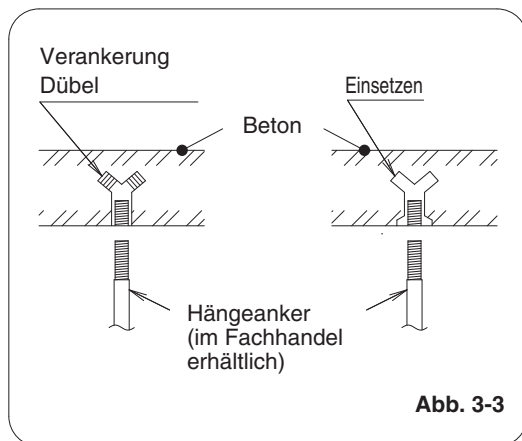

Abb. 3-3
- (1) Wenn das Gerät im Innern der Decke untergebracht werden soll, den Hängeankerabstand bestimmen, wie zuvor beschrieben. Beim Aufhängen des Innengeräts müssen auch die Rohrleitungen in der Decke verlegt und angeschlossen werden. Wenn die Decke bereits fertig gestellt ist, sollten die Leitungen verlegt und zum Anschluss vorbereitet werden, bevor das Gerät im Innern der Decke aufgehängt wird.
- (2) Die Hängeanker hineindrehen, wobei diese aus der Decke herausragen müssen, wie in Abb. 3-3 gezeigt. (Nötigenfalls muss die Deckenverkleidung modifiziert werden.)